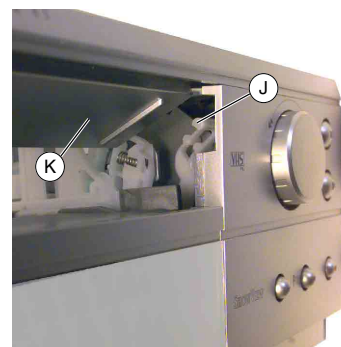

Fig. 4
- Beim Aufstecken der Frontblende auf den Geräterahmen ist die Cassettenklappe (K) (Fig. 4) zu öffnen. Der Cassettenklappenhebel (J) (Fig. 4) befindet sich dadurch vor der Cassettenklappe in richtiger Position.
- When plugging the front panel on the chassis frame the cassette door (K) (Fig. 4) must be opened. The cassette door lever (J) (Fig. 4) is brought in this way into the correct position in front of the cassette door.